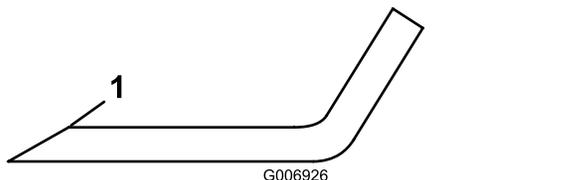

Figure 90
5. Examinez les tranchants de toutes les lames. aiguiser-les s'ils sont émoussés ou ébréchés. N'aiguiser que le haut du tranchant et conservez l'angle de coupe d'origine pour obtenir une coupe nette (Figure 90).